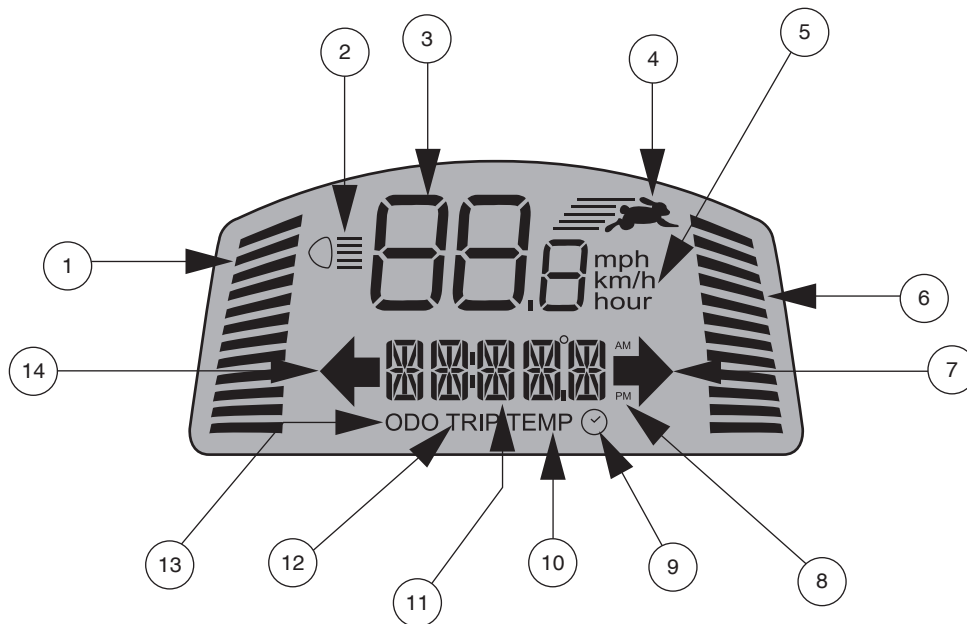

Figure 5. Style de console B
NOTE: Les feux d'urgence clignotent et un bip sonore retentit tant que les feux d'urgence sont activés. Voir la figure 5 pour le contrôle du volume.
- Appuyer une fois sur le bouton Hi-Lo pour fixer le réglage de la vitesse à Hi. L'indicateur Hi-Lo s'affiche sur l'écran LCD. **Voir la figure 5.** L'utilisation de ce paramètre en conjonction avec les boutons de réglage de la vitesse permet au scooter d'atteindre des vitesses jusqu'à la vitesse maximale préprogrammée pour le scooter.
Ces boutons de réglage permettent de présélectionner et de limiter la vitesse de votre scooter. Ceci est indiqué par l'indicateur de vitesse maximum sur l'écran LCD. **Voir la figure 5.**
NOTE: Plus de barres sont affichées sur l'indicateur de vitesse maximum, plus votre vitesse maximum présélectionnée sera élevée. Voir la figure 5.
Le panneau de commande LCD donne des informations intuitives via l'écran LCD. Voir la figure 5. L'écran LCD est également utilisé lors de la configuration initiale (activation) des différents paramètres du panneau de commande. Voir le tableau 1.